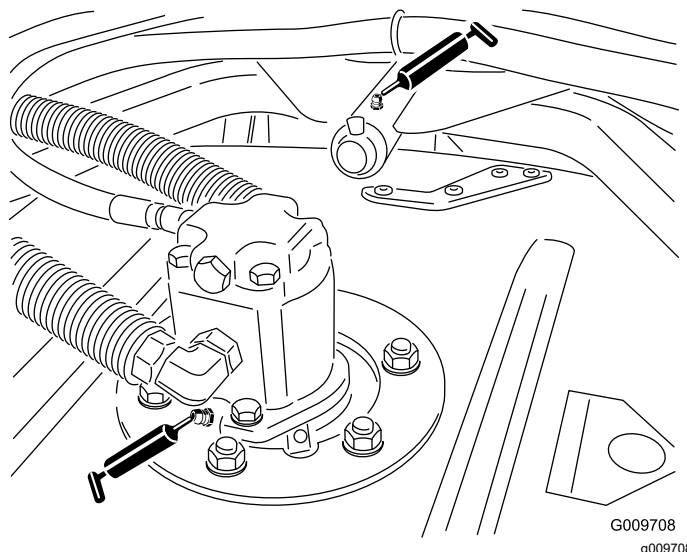

Figura 40
- Cuscinetti dell'asse del fusello dell'apparato di taglio (2 per apparato di taglio) come illustrato nella Figura 40
- Boccole del braccio portante dell'apparato di taglio (1 per apparato di taglio) come illustrato nella Figura 40